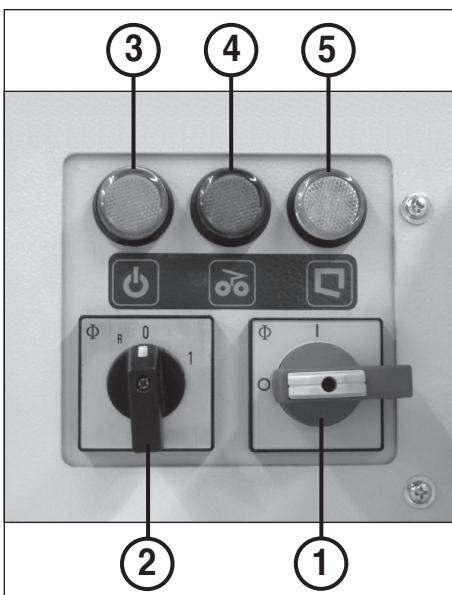

fig. 7
1. Enclencher le commutateur principal (1) (position „1“).
2. Positionner le commutateur rotatif (2) en position „1“ (fig. 7).
ELEMENTS DE COMMANDE (Fig. 7):
Remarque: Le relais multifonctions est automatiquement réinitialisé à chaque mise sous tension de la machine. Cela est indiqué par le clignotement pendant quelques secondes des deux voyants de contrôle 4 et 5 (figure 7).